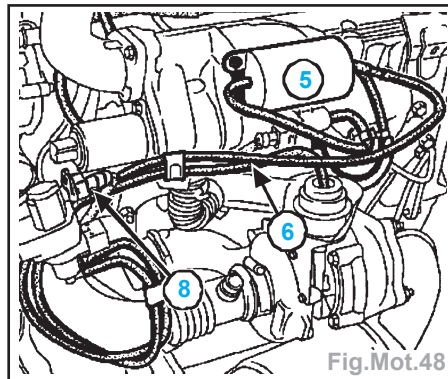
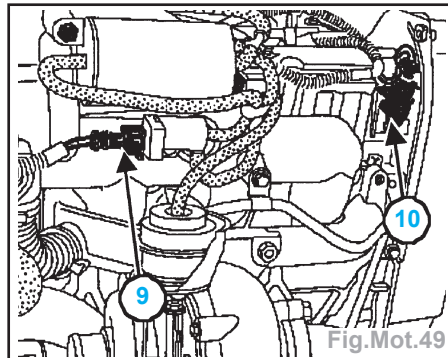

Fig.Mot.48
Fig.Mot.49
- Déposer les fixations de la réserve de vide (5) (Fig.Mot.48).
- Débrancher les tuyaux de dépression (6).
- Débrancher le connecteur (8).
- Débrancher (Fig.Mot.49) :
- le connecteur de l'électrovanne de recirculation des gaz d'échappement (9),
- le connecteur du capteur arbres à cames (10).